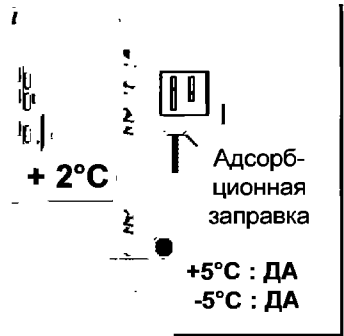

Рис. 61.3.
- ▶ **Поз. 8.** Датчик температуры конца оттайки. Измеряет температуру поверхности ребер и выдает команду на прекращение оттайки. Температура термобаллона и корпуса этого датчика могут очень сильно различаться, поэтому необходимо использовать термобаллон с адсорбционной заправкой (см. рис. 61.3). По окончании режима оттайки, даже если датчик температуры в охлаждаемом объеме не выдает команду на запуск компрессора, устройство управления оттайкой должно обязательно включить компрессор для работы в режиме охлаждения, чтобы заморозить влагу на поверхности испарителя перед тем, как заработают вентиляторы.
3) Адсорбционная заправка (см. рис. 61.3)